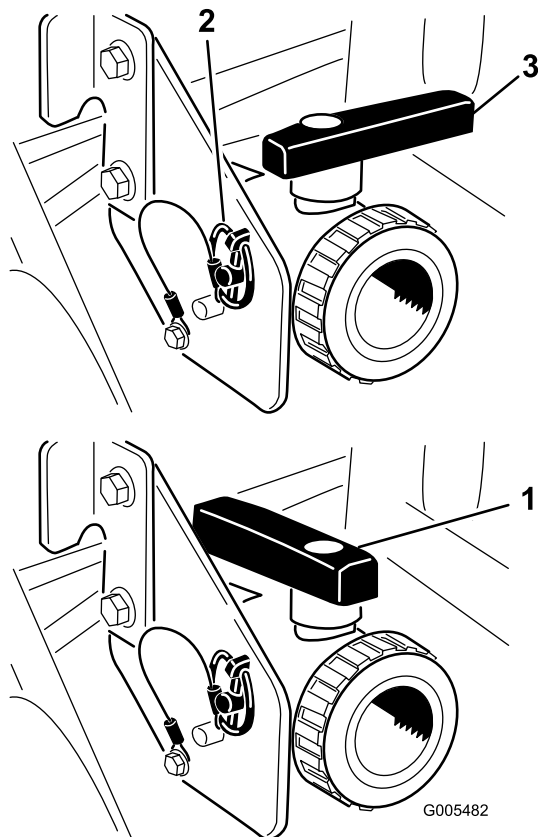

**Figura 26**
2. La valvola di spurgo del serbatoio è situata sul lato sinistro della macchina (Figura 26). La valvola si trova sul telaio di fronte al serbatoio carburante.